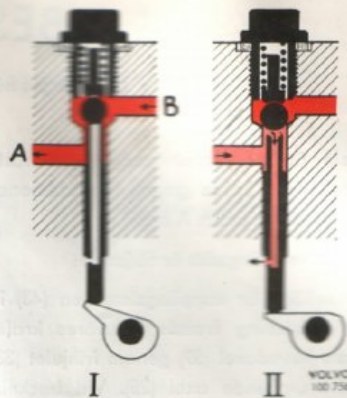
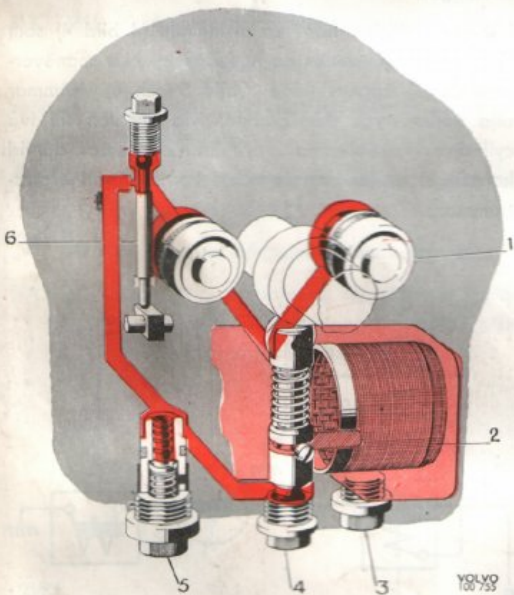

Bild 5. Manöverventil, tid. utf.
Bild 4. Hydrauliskt system, sen. utf.
I överväxellådan finns en kolpump (4 bild 4) som drives av en excenter på huvudaxeln. När manöverventilen (6) öppnas (läge I bild 5 och 6) strömmar olja under tryck från pumpen via ventilen till två cylindrar (1). Kolvarna i cylindrarna pressar därvid kopplingslamellen framåt och i kontakt med bromstrumman.
När överväxeln kopplas ur på tid. utf. sänkes ventilstången, varvid kulventilen stänger forbindelsen mellan pumpen och cylindrarna. I stället öppnas kanalen i ventilstången och oljan från cylindrarna kan strömma genom kanalen och ut i växellådshuset, se II bild 5. Kopplingslamellen pressas då bakåt av fjädern.
Oljesilen skall rengöras vid varje oljebyte. Tappa därvid först av oljan genom att ta bort proppen (3 bild 4. Märkt "Drain") under oljesilen. Därefter sker rengöringen på följande sätt:
6. Pump och pumpventil monteras i motsatt ordning mot demonteringen. Kontrollera att packningen för proppen (4, bild 4) är i gott skick. Fyll på olja.